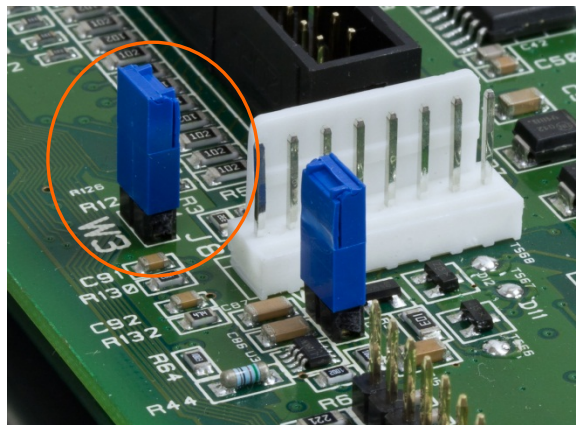

Abbildung 3-25: W3-Drahtbrücke auf der IND560x-Analoghauptplatine
- **WICHTIG:** Die IND560x-PAB-Option funktioniert nur mit einer spezifischen Revision der IND560x-Analoghauptplatine. Die korrekte Version der Analoghauptplatine lässt sich durch das Vorhandensein der W3-Drahtbrücke erkennen, deren Position in Abbildung 3-18 dargestellt, und deutete in Abbildung 3-25. Ist die W3-Drahtbrücke nicht auf der Hauptplatine vorhanden, dann ist diese Hauptplatine **nicht** mit der IND560x-Stromadapterplatine kompatibel.